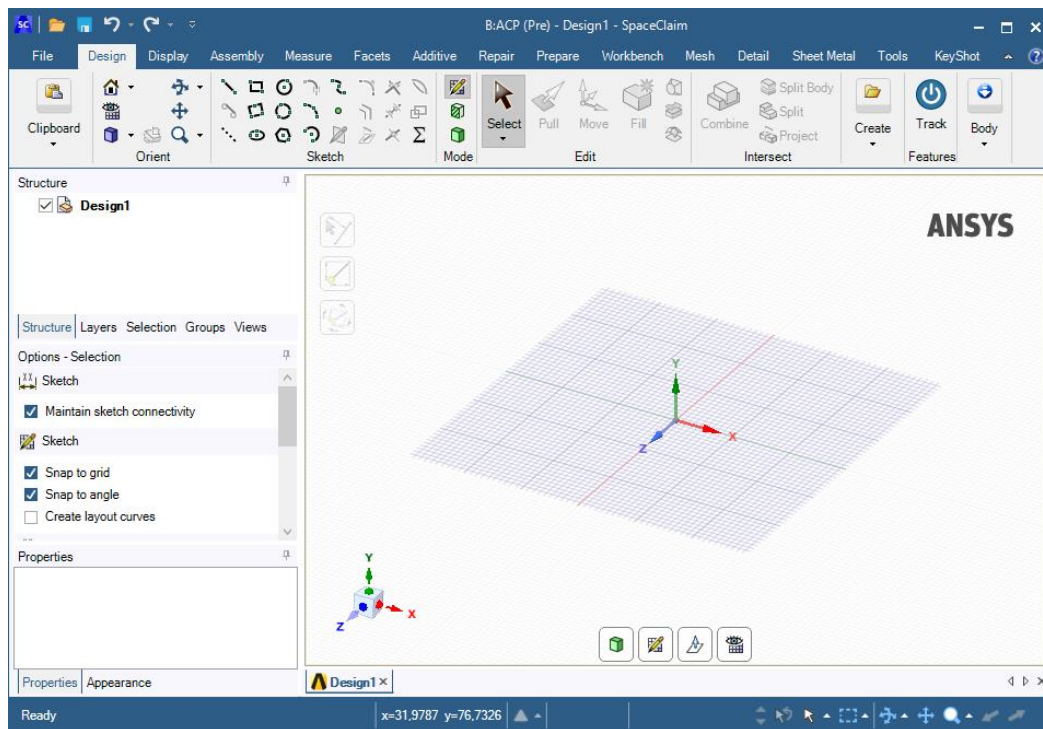

Рис. 14. Окно редактора геометрии
11.1. Нажимаем дважды ЛКМ на **Geometry**  **Geometry**, после чего откроется окно, как показано на рис. 14.